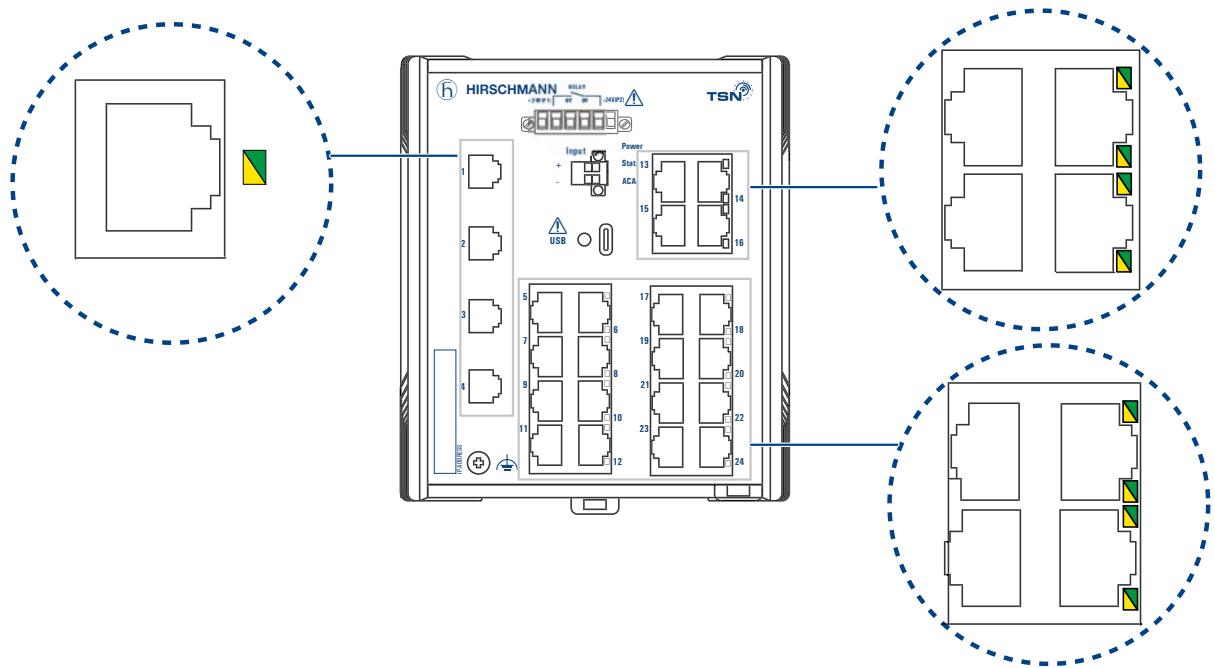

Abb. 4: Position der LED-Anzeigeelemente bei Gerätevarianten mit 24 × RJ45-Buchsen
- ▶ Die Position der LED-Anzeigeelemente bei Gerätevarianten mit 20 × RJ45-Buchsen entnehmen Sie der Abbildung 4. Die Bedeutung der LED-Anzeigeelemente entnehmen Sie der Tabelle 5.